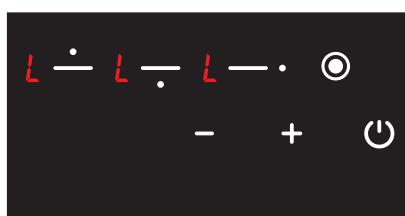

Рис. 20
1. Значок **H** відображається на всіх індикаторах у тому разі, якщо увімкнені плита та режим захисту від дітей (Див. рис. 20). Значки **L** і **H** відображаються у разі, якщо будь-яка конфорка є гарячою. Можна увімкнути або вимкнути плиту тільки за допомогою кнопки **○**.